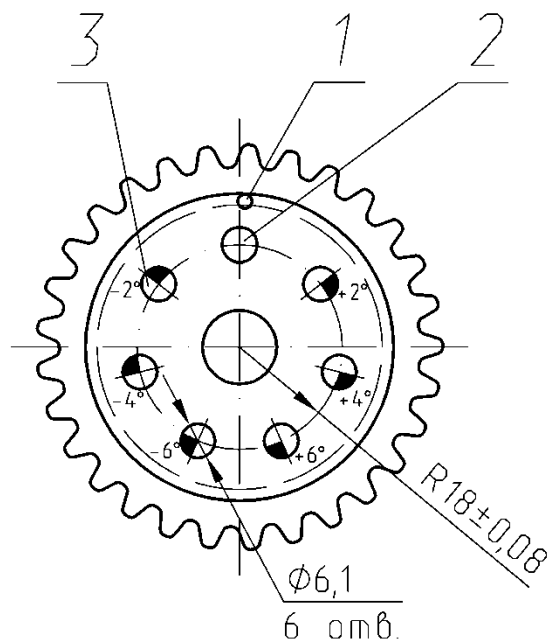

Рис.57. Звездочка распределительного вала с дополнительными отверстиями:
5. По установленному на звездочку распределительного вала кондуктору в каждой звездочке просверлить шесть дополнительных отверстий 3 (рис.57)  $\varnothing 6,1$  мм с угловыми смещениями  $2^{\circ}$ ,  $4^{\circ}$  и  $6^{\circ}$  от номинального положения заводского отверстия 2.